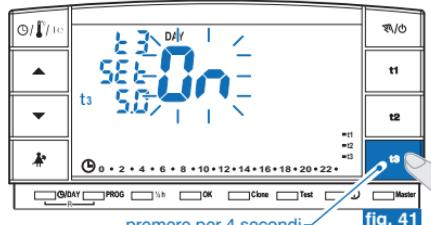

fig. 41
- Tenere premuto il tasto t3 fino alla comparsa sul display della scritta lampeggiante **ON** (funzione attivata) oppure **OFF** (funzione disattivata) più la scritta della temperatura di set t3 al momento impostata (esempio 5.0c - fig. 41).